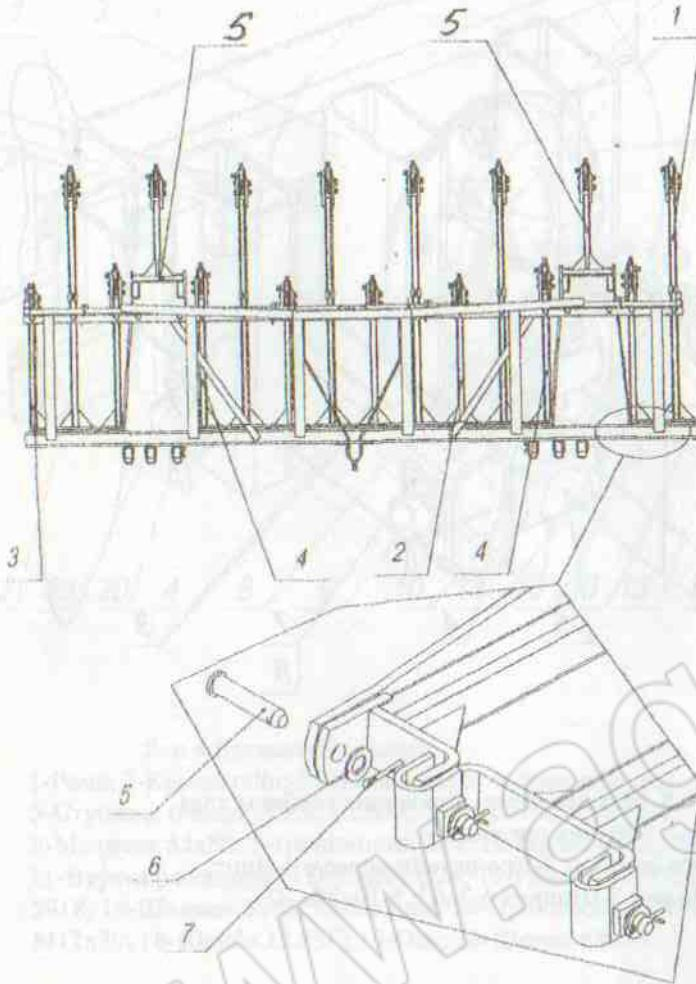
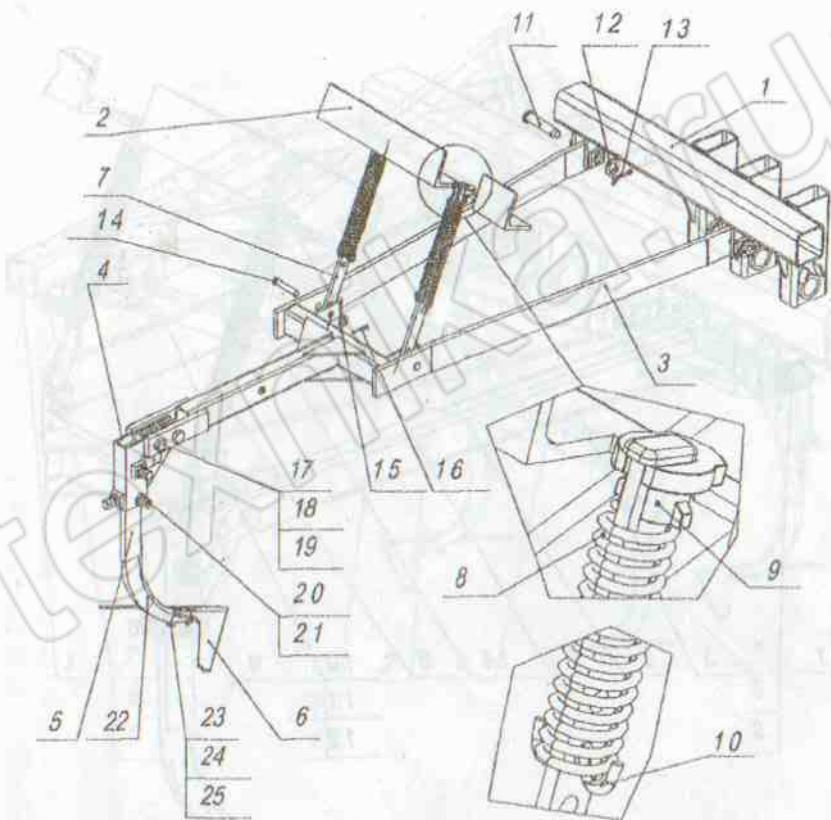

Рис.6
Рис.7 Установка обводного грядиля
6.8. Установить на раме культиватора грядили согласно схемы рис.6 соединив их с рамой осью (поз.6), шайбой (поз.7) и зашиплинтовать шплинтом (поз.8). Установка грядилей согласно (рис.7,8,9)
6.9. В фигурное отверстие заднего бруса рамы 2 (рис.7) установить вкладыш 9, для чего наклонить и завести ушком в паз отверстия уголка, повернуть в право или влево на 180° до входа второго ушка в паз, затем развернуть в рабочее положение. Установить в паз вкладыша штангу 7, одеть на штангу пружину 8 и зафиксировать упором 10.
6.10. Соединить грядили и штанги осями 14(рис.7) и 10(рис.8.), и зашиплинтовать шплинтом 16 (рис.7).